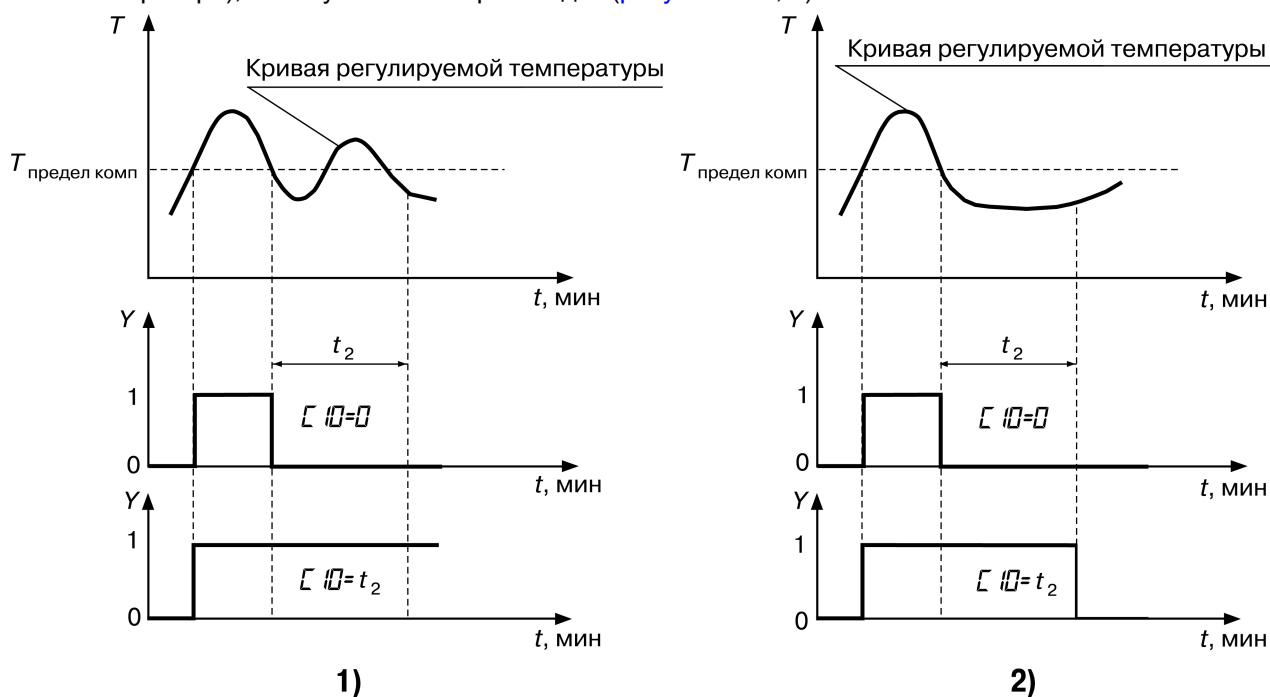

Рисунок 7.22 – Задержка отпускания компаратора: 1) компаратор «не отпустил» 2) компаратор «отпустил»
- если время нахождения управляемой величины ниже установленного предела после срабатывания компаратора меньше  $t_2$  (установленного времени задержки отпускания компаратора), то отпускания не происходит (рисунок 7.22, 1);
- если время нахождения управляемой величины ниже установленного предела после срабатывания компаратора больше  $t_2$  (установленного времени задержки отпускания компаратора), то отпускания происходит (рисунок 7.22, 2).